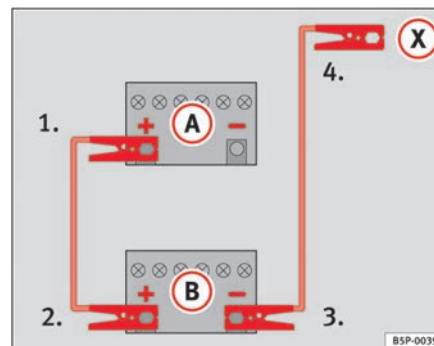

Abb. 172 Schema für das Anklemmen der Starthilfekabel
In der ⇒ Abb. 172 ist **A** die entladene Batterie und **B** die stromgebende Batterie.
1. Klemmen Sie ein Ende des roten Starthilfekabels an den Pluspol ⇒ Abb. 172 **+** des Fahrzeugs mit der entladene Batterie ⇒ ⚠.